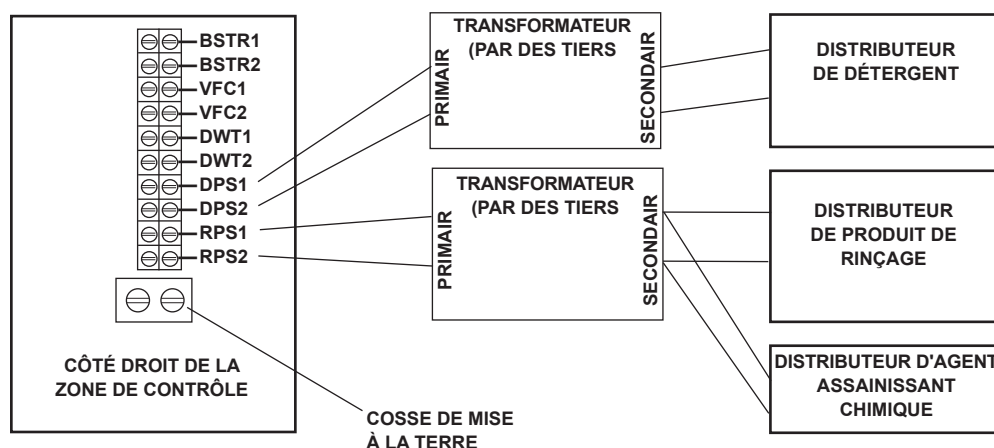

Fig. 16
Les bornes DPS1 et DPS2 (Fig. 16) sont alimentées par la tension de ligne contrôlée de la machine. Elles sont sous tension (ON) pendant le cycle de lavage et hors tension (OFF) entre les cycles, lorsque la machine est en cycle de détartrage ou lorsque l'alimentation de la machine est désactivée (OFF). L'intensité maximale du distributeur de détergent connecté à DPS1 et DPS2 est de 1,5 A à la tension du secteur. Vérifiez la tension d'alimentation de la machine et utilisez la tension correspondante du transformateur d'alimentation. Utilisez un fil isolé de 600 V minimum homologué UL pour les connexions. N'utilisez pas de fil de sonnette, de cordon de lampe ou de fil de type similaire. Les raccords, si nécessaire, doivent être effectués dans la boîte de jonction du transformateur d'alimentation (fournie par des tiers) - et non dans l'enceinte des commandes principales. Utilisez l'orifice de 2,2 cm (7/8 po) de diamètre situé dans le coin arrière droit de la machine pour le raccord de conduit de 1,3 cm (1/2 po). Retirez le panneau latéral droit. Des raccords de décharge de traction doivent être prévus pour tout le câblage.
Les bornes RPS1 et RPS2 (Fig. 16) sont alimentées par la tension de ligne contrôlée de la machine. Elles sont sous tension (ON) pendant le cycle de rinçage et hors tension (OFF) entre les cycles, lorsque la machine est en cycle de détartrage ou lorsque l'alimentation de la machine est désactivée (OFF). L'intensité maximale du distributeur de produit de rinçage connecté à RPS1 et RPS2 est de 1,5 A à la tension du secteur. Vérifiez la tension d'alimentation de la machine et utilisez la tension correspondante du transformateur d'alimentation. Utilisez un fil isolé de 600 V minimum homologué UL pour les connexions. N'utilisez pas de fil de sonnette, de cordon de lampe ou de fil de type similaire. Les raccords, si nécessaire, doivent être effectués dans la boîte de jonction du transformateur d'alimentation (fournie par des tiers) - et non dans l'enceinte des commandes principales. Utilisez l'orifice de 2,2 cm (7/8 po) de diamètre situé dans le coin arrière droit de la machine pour le raccord de conduit de 1,3 cm (1/2 po). Des raccords de décharge de traction doivent être prévus pour tout le câblage.